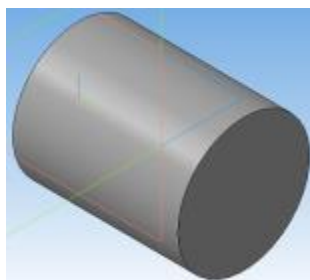

Рис. 12.2. Деталь после операции вращения
- на строке **Меню** выберите **Сервис – Параметры**, после щелчка ЛКМ раскроется диалоговое окно, укажите **Текущая деталь – Точность отрисовки и МЦХ** (массоцентровочная характеристика). В справочном поле диалога будет показан условный коэффициент точности отображения – количество треугольников, а в окне просмотра - изображение поверхности сферы при выбранной степени точности (рис. 12.2).